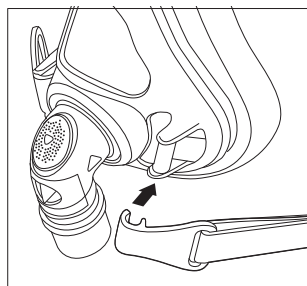

Figure 3
2. **Clips du harnais** - Appuyez pour la mise en place avant connexion (figure 3).